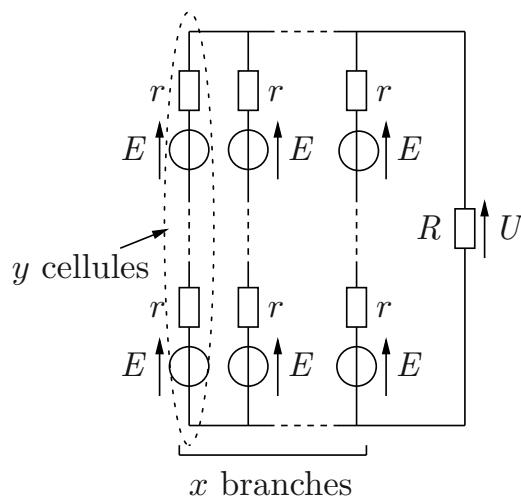

**Figure 3** – À gauche : panneau photovoltaïque PWX850. À droite : caractéristique  $I = f(U)$ , en convention générateur. Source : Photowatt.
Un panneau solaire est composé d'une association de cellules photovoltaïques, générant un courant et une tension continus. On représente sur la figure 3 la caractéristique courant-tension  $I = f(U)$  du panneau photovoltaïque PWX850, représentée en convention générateur pour différentes valeurs du flux solaire incident (ou irradiance), exprimé en  $\text{kW}\cdot\text{m}^{-2}$ . Ce panneau comprend  $N = 9 \times 4$  cellules de silicium polycristallines carrées de côté  $c = 125,50 \text{ mm}$ .
Le graphique de la figure 3 fait apparaître un réseau de courbes « iso-puissance », régulièrement espacées de 5 W.
**Q44.** En exploitant la figure 3, calculer le nombre minimal de panneaux à prévoir pour assurer le bon fonctionnement de la pompe.